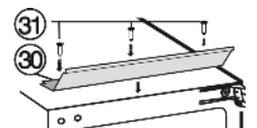

Fig. 25
- ▶ Visser la cornière de compensation Fig. 25 (30) avec les vis Fig. 25 (31) dans les trous pré-perçés du plafond de l'appareil.